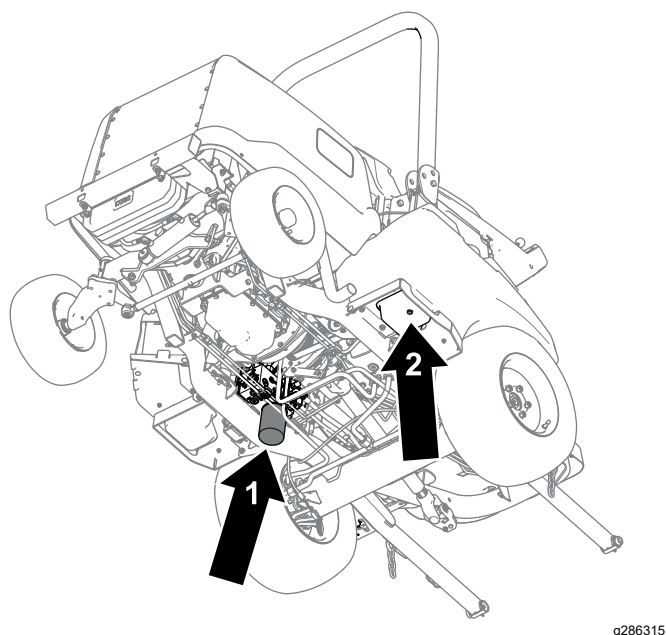

Bild 81
4. Nehmen Sie die Ablassschraube unten am Behälter ab und lassen Sie die Hydraulikflüssigkeit in die Auffangwanne ablaufen (Bild 81).
6. Stellen Sie eine Auffangwanne unter den Filter (Bild 81), entfernen Sie den Filter und lassen Sie das restliche Öl in die Auffangwanne laufen.